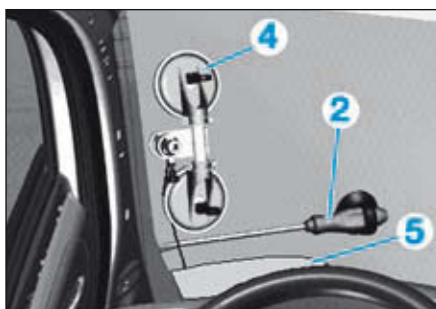

FIG.6
- Insérer également l'alène de guidage (2) dans le cordon de colle et la fixer sur la glace à l'aide de la ventouse, afin que le fil passe le plus près possible de la glace (Fig.6).
- Déplacer si nécessaire la feuille protectrice (5) pour accompagner le déplacement du fil et continuer à dégager la glace avec l'enrouleur (4).